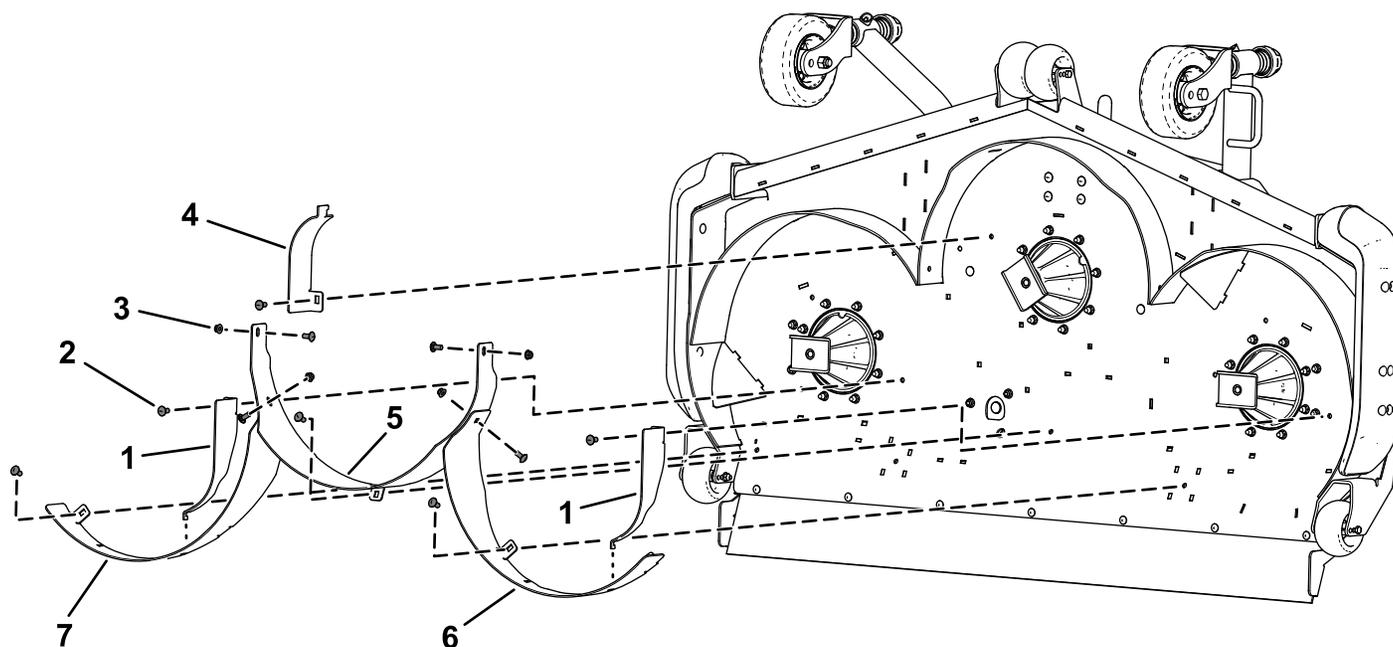

Figure 7
1. Fixez légèrement le déflecteur arrière droit sur le plateau de coupe à l'aide de 2 boulons de carrosserie (3/8" x 7/8") et de 2 contre-écrous (3/8"), comme montré à la Figure 7.
2. Fixez légèrement le déflecteur arrière gauche sur le plateau de coupe à l'aide de 2 boulons de carrosserie (3/8" x 7/8") et de 2 contre-écrous (3/8"), comme montré à la Figure 7.
3. Fixez légèrement le déflecteur central arrière sur le plateau de coupe à l'aide de 3 boulons de carrosserie (3/8" x 7/8") et de 3 contre-écrous (3/8"), comme montré à la Figure 7.
4. Fixez légèrement le déflecteur central arrière au déflecteur arrière droit et au déflecteur arrière gauche à l'aide d'un boulon de carrosserie (3/8" x 7/8") et d'un contre-écrou (3/8"), comme montré à la Figure 7.
5. Fixez légèrement les 2 déflecteurs « kicker » latéraux et le déflecteur « kicker » central à l'aide de 3 boulons de carrosserie (3/8" x 7/8") et de 3 contre-écrous (3/8"), comme montré à la Figure 7.